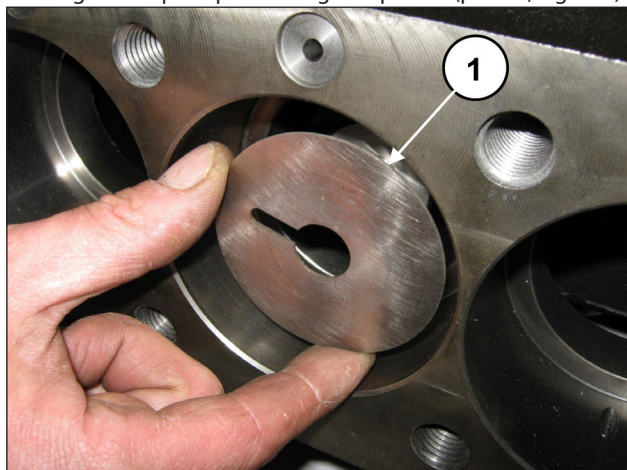

Fig. 177
Sfilare gli anelli paraspruzzi dai guida pistoni (pos. ①, Fig. 177).